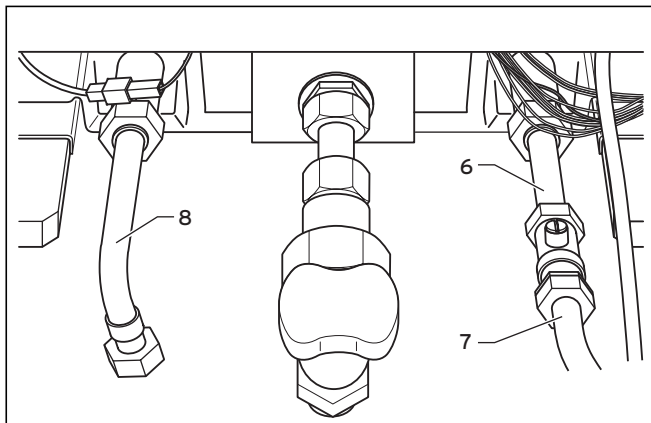

Fig. 4.2 Raccordo lato acqua
- Al posto dei tubi flessibili di collegamento in dotazione con l'apparecchio, utilizzare sempre gli elementi di raccordo fissi (6), (7) e (8) in dotazione con il kit Balkon.
- Montare la valvola d'intercettazione dell'acqua fredda fra i due elementi di raccordo dell'acqua fredda (6) e (7), vedi fig. 4.2.
- Montare gli elementi di raccordo fissi per l'acqua calda e l'acqua fredda. Per montare la valvola d'intercettazione dell'acqua fredda fra i due elementi di raccordo dell'acqua fredda, vedi fig. 4.2.